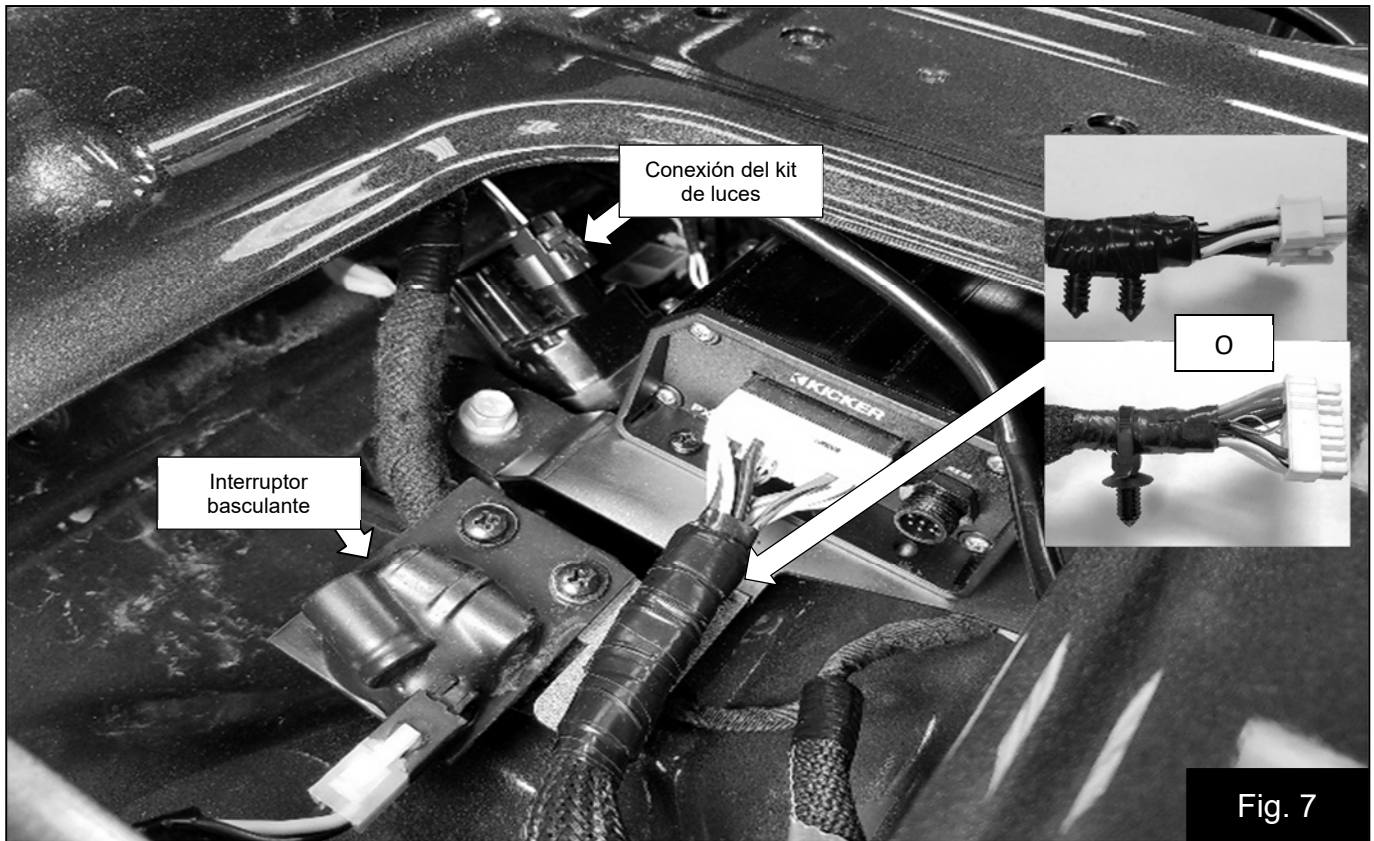

Fig. 7
10. Conecte el arnés al amplificador y el conector de cuatro pines al interruptor basculante adherido al soporte del amplificador. Fig. 7 Enrute el arnés a lo largo del arnés de fábrica orientado hacia el lado del pasajero.
11. Asegure el arnés del amplificador con uno de los dos retenedores suministrados. Fig. 7
12. Desconecte el conector ilustrado e instale el arnés de cables en T del kit de luces (si está equipado). Fig. 7